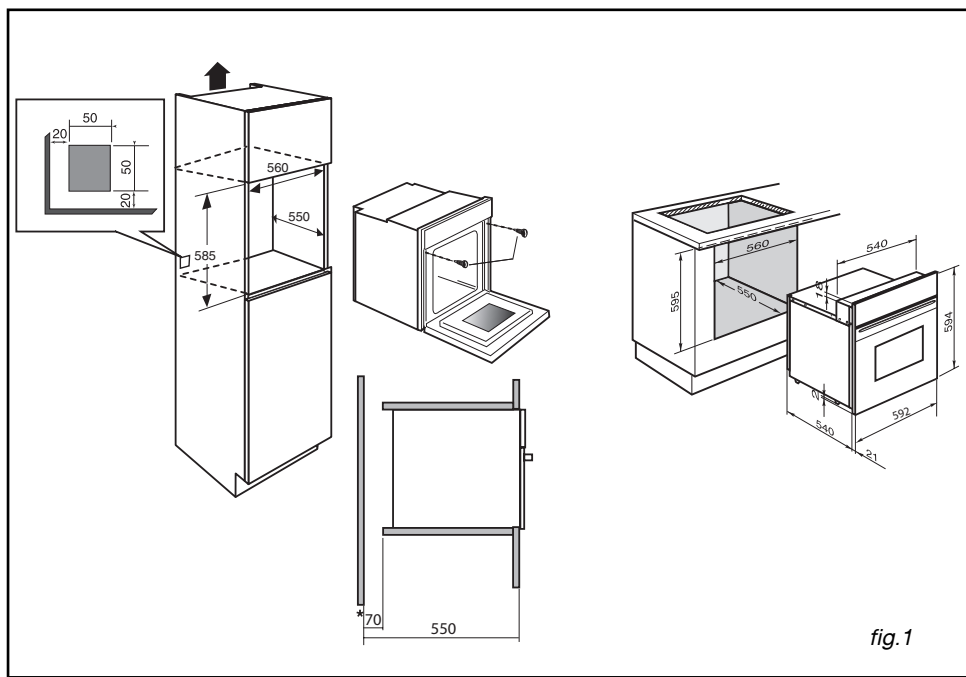

fig. 1
- Pour plus de stabilité, fixez le four dans le meuble par 2 vis au travers des trous prévus à cet effet sur les montants latéraux (fig.1).
3 / DESCRIPTION DE VOTRE APPAREIL**FR****• ACCESSOIRES (suivant modèle)****• Grille sécurité avec poignée (fig.1)**